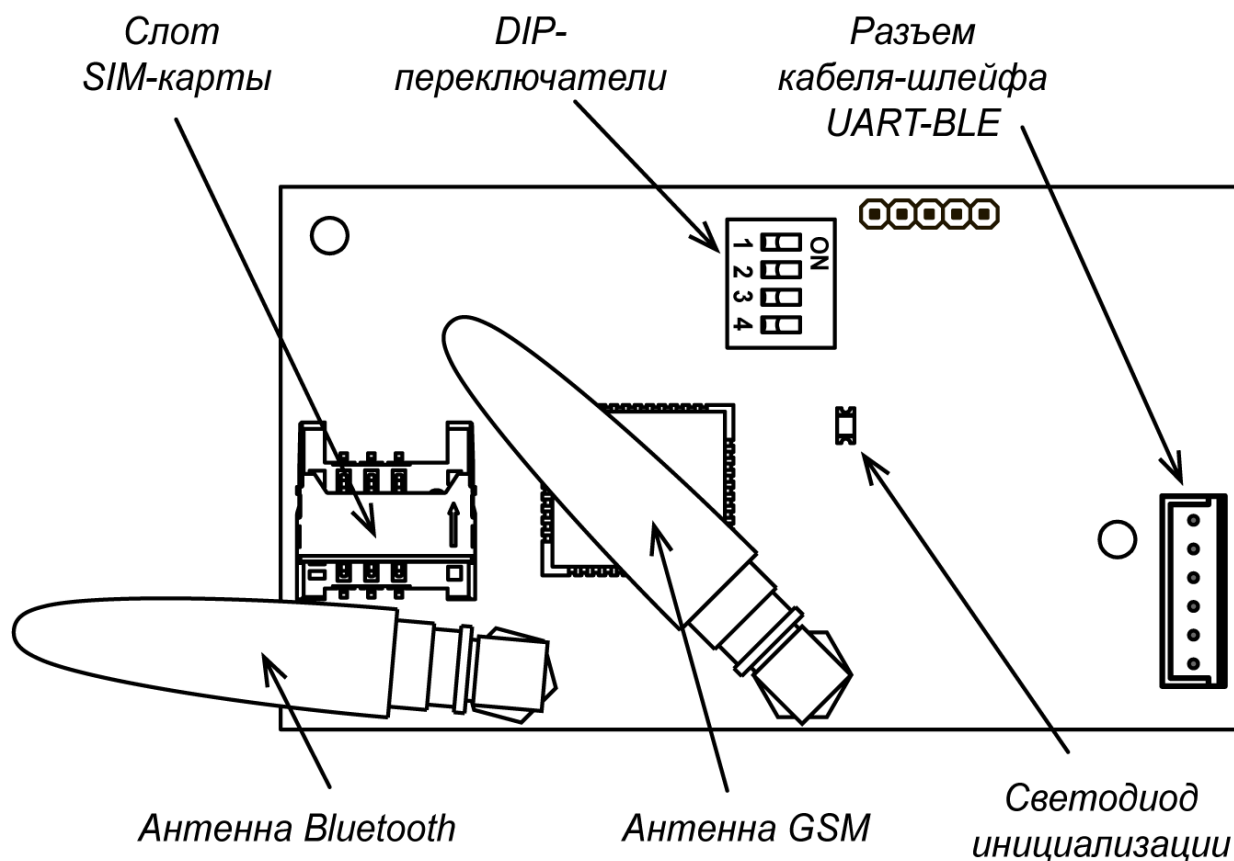

Рисунок 1. Внешний вид платы беспроводной передачи данных
2. Поместите SIM-карту в специальный разъем на плате¹ (см. рис. 1).
5. Установите антенны на имеющиеся на плате модуля управления разъемы (см. рис. 1 и 3).
7. При успешном подключении модуля управления после включения питания светодиод инициализации (см. рис. 1) начнет мигать.